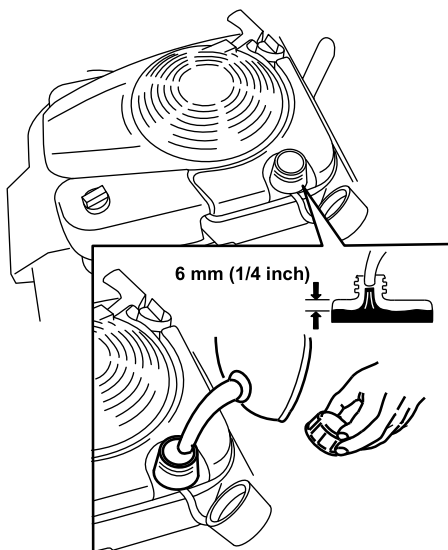

Рисунок 13
1. Очистите область вокруг крышки топливного бака и снимите ее (Рисунок 13).
2. При заполнении топливного бака оставьте не менее 6 мм (1/4 дюйма) до дна заправочной горловины, чтобы обеспечить бензину пространство для расширения (Рисунок 13).